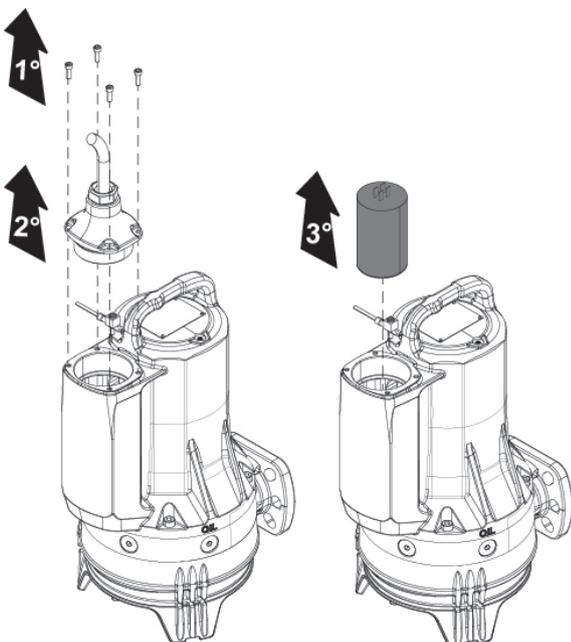

Fig.9
- Troca de condensador (Fig. 9)